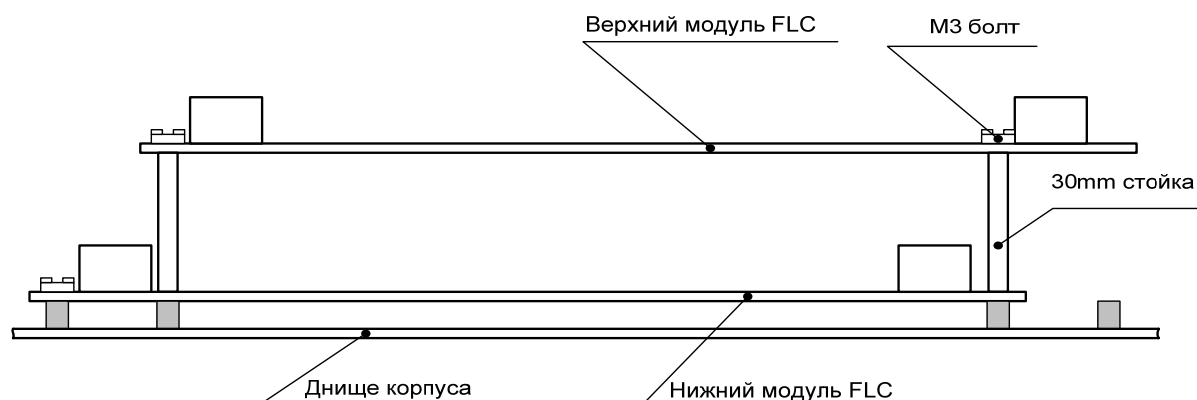

Рис.1. Монтаж дополнительного модуля в главном корпусе MCE
Максимум два модуля FLC могут быть смонтированы в главном корпусе MCE системы (см. Рис.1). Базовая система поставляется с одним смонтированным модулем на дне корпуса. Дополнительный модуль устанавливается на верхнем уровне в следующем порядке:
- Установить модуль на стойки со сдвигом согласно Рис.1 и закрепить винтами.